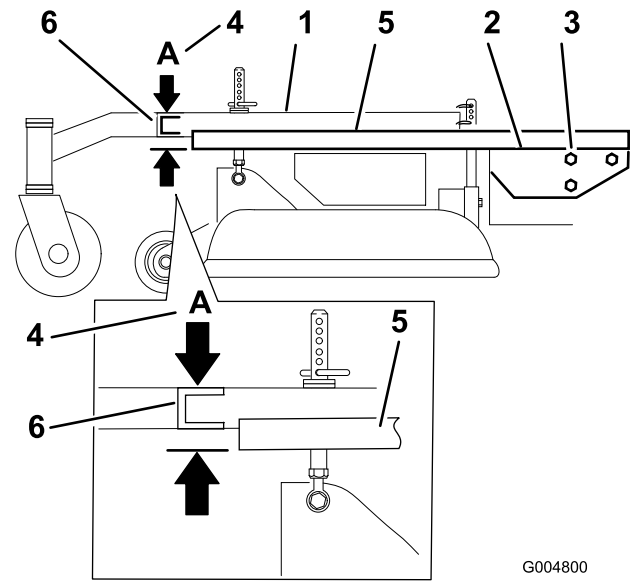

Bild 54
3. Legen Sie eine lange Abziehlatte auf die Oberseite des Motors, siehe Bild 54.
4. Messen Sie am Querrohr des Trägerrahmens die Höhe an der Stelle **A** (Bild 54).
6. Lockern Sie die Befestigungsschrauben am Trägerrahmen an beiden Seiten der Maschine (Bild 54).
7. Fluchten Sie den Trägerrahmen und das Motorchassis an Stelle **A** auf 33 mm plus oder minus 6 mm aus (Bild 54).